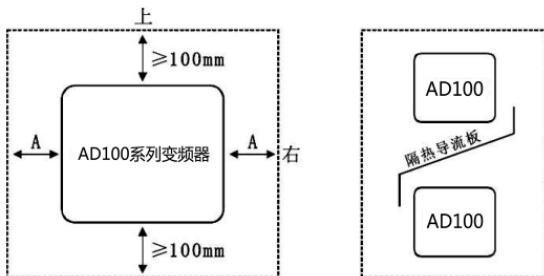

图3-1 AD100系列变频器安装示意图
- 1) 请垂直安装变频器，便于热量向上散发。但不能倒置。若柜内有较多变频器时，最好是并排安装。在需要上下安装的场合，请参考图3-1的示意图，安装隔热导流板。
- 2) 安装空间照图3-1所示。保证变频器的散热空间。但布置时请考虑柜内其他器件的散热情况。